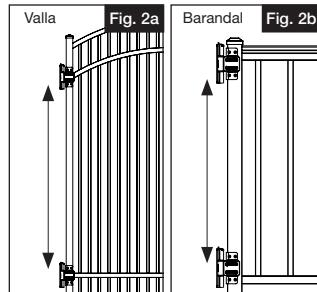

Fig. 2a
- i.) Para la instalación del portón en una valla: colocar las bisagras en las ubicaciones de los travesaños del portón, dejando la máxima cantidad de espacio entre cada bisagra (Fig. 2a).